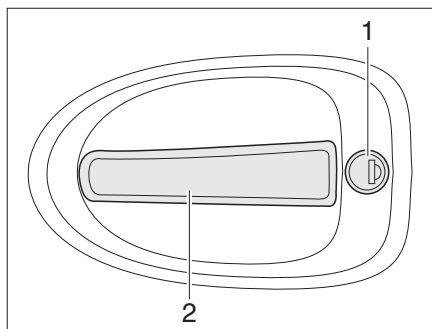

Fig. 48 Serratura della porta conducente, lato esterno
- Inserire la chiave nel cilindro della serratura (Fig. 48,1) e ruotare fino a quando la serratura della porta si sblocca.
- Tirare la maniglia della porta (Fig. 48,2). La porta è aperta.
- Inserire la chiave nel cilindro della serratura (Fig. 48,1) e ruotare fino a quando la serratura della porta si blocca.